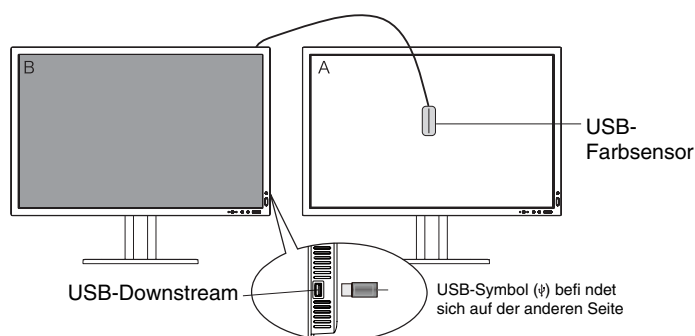

Abbildung C.1
4. Sie werden aufgefordert, den USB-Farbsensor in der Mitte des Bildschirms zu platzieren (**Abbildung C.4**). Neigen Sie den Monitor um etwa 5 Grad nach hinten, und platzieren Sie den USB-Farbsensor in der Mitte des Bildschirms (**Abbildung C.1**).